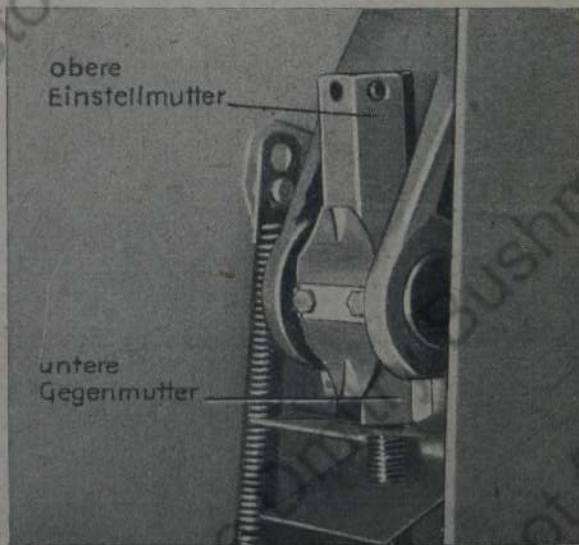

Bild 11
11. Erforderliche Luft von 0,7 mm am „oberen“ Bremsbacken mit „Fühllehre“ prüfen. Bei zu wenig Luft ist die obere Einstellmutter (Bild 11) zu stark angezogen worden.
12. Erforderliche Luft von 0,7 mm am „unteren“ Bremsbacken mit „Fühllehre“ prüfen. Bei zu wenig Luft ist die obere Einstellmutter (Bild 11) zu stark angezogen worden.